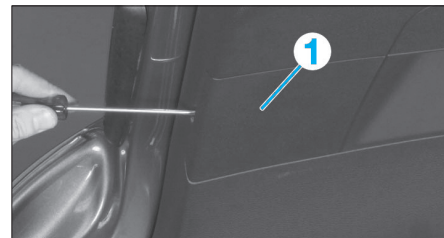

Fig. 74
- Après ouverture du hayon, déposer la trappe (1) (Fig.74).